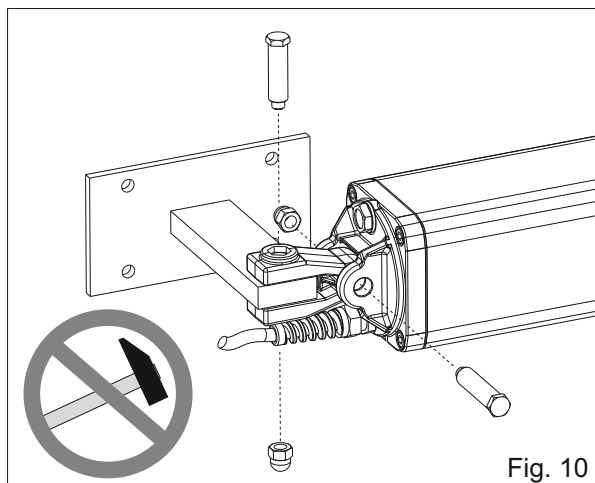

Fig. 10
- Fixer la fourche oscillante comme dans fig.10.